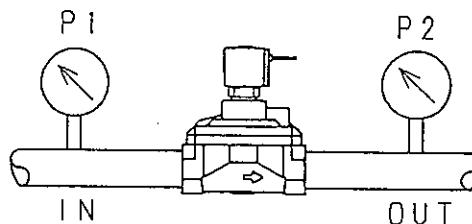

図13
- (1) 水道水、工業用水(混入物の少ない水)にご使用ください。農業用水、汚水、海水、異物などの混入した水などへのご使用は避けてください。
- (2) 周囲温度・流体温度は仕様の範囲内でご使用ください。
- (3) 仕様の圧力範囲内でご使用ください。とくにIN、OUTの弁差圧は弁開時0.03MPa{0.3kgf/cm²}以上 確保してください。(図13参照)